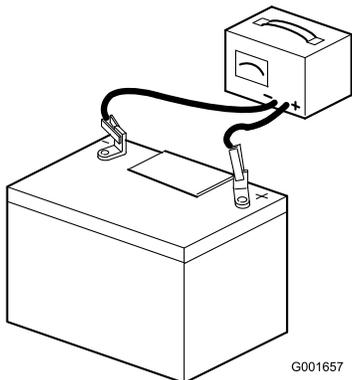

図 6
7. 充電器に接続し、充電電流を 3~4 A にセットする (図 6)。3~4 A で 4~8 時間充電する。